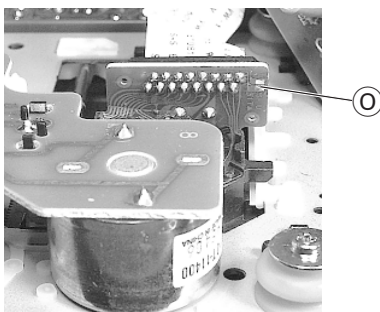

Fig. 7
- Sicherungslötstelle ② (Fig. 7) des Lasers kurzschließen, dabei Steckverbinder nach Bedarf öffnen.
- Short-circuit the safety solder tag ② (Fig. 7) of the laser, unplug the connector if necessary.